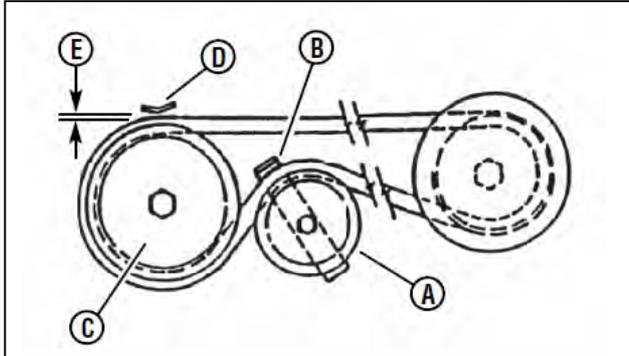

図 8-14 28" デッキのベルト取り回し
1. アイドラ(図8-14のA)を外します。
10. アイドラー(図8-14, 15のA)を外します。
11. ベルトをスピンドルプーリ(C)へ回します。ベルトがスピンドルベルトガイド(D)とアイドラーベルトガイド(B)の間に置きます。ベルトの取り回しは図8-14, 15の通りです。